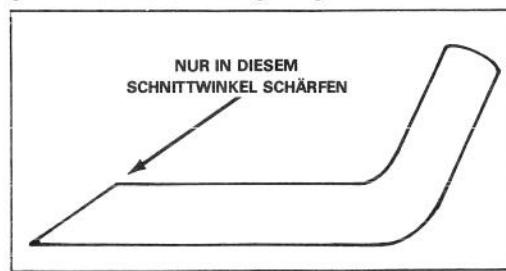

Bild 17
6. SCHÄRFEN DES MESSERS — Mit einer Feile die Oberkante des Messers schärfen und dabei den ursprünglichen Schnittwinkel einhalten (Bild 17). Das Messer bleibt ausgewuchtet, wenn von beiden Schnittkanten gleichviel Material abgetragen wird.